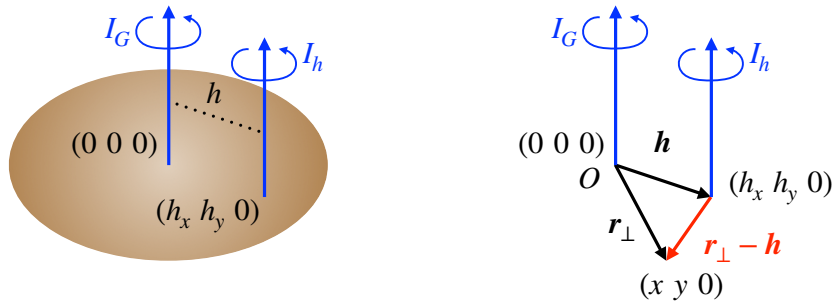

図 12: 平行軸の定理。
- **平行軸の定理**：質量 M の剛体の重心を通る軸まわりの慣性モーメント I_G と、それと平行で距離 h 離れた軸まわりの慣性モーメント I_h の関係（図 12）